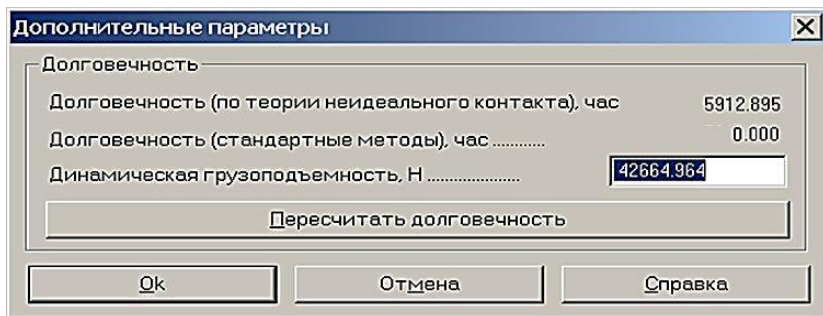

Рис. 27
7. Задание дополнительных параметров. Для получения дополнительной информации о величине долговечности, рассчитанной по стандартной методике, а также о долговечности импортных подшипников, следует нажать в окне «*Результаты*» кнопку «*Еще*». Это приведет к открытию диалогового окна «*Дополнительные параметры*» (рис. 27).